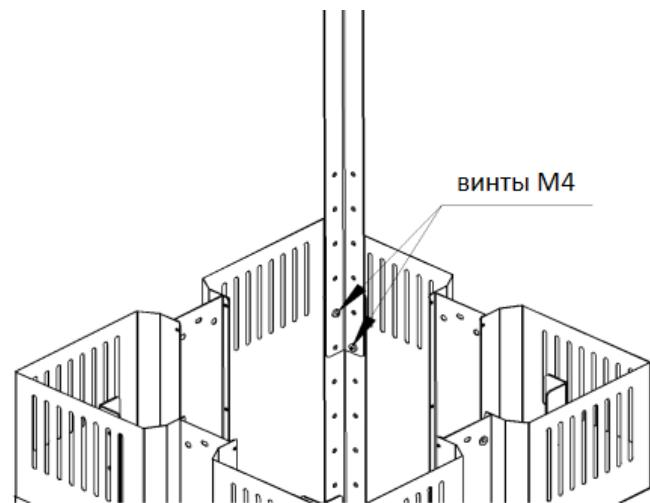

Рис. 3
2. Вытяжка регулируется по высоте от 900 мм до 1180 мм с шагом в 40 мм. Закрепите уголки на нужной высоте винтами M4, входящими в монтажный комплект (рис. 3).